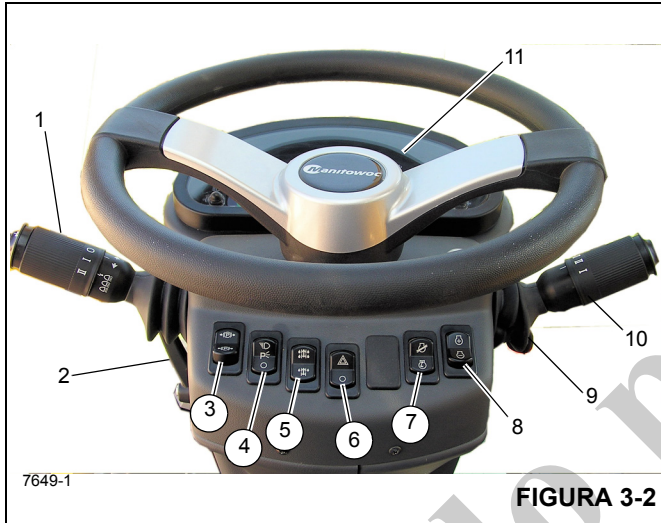

Figura 3-2 - Números de artículos
Todos los controles e indicadores para el uso y monitoreo de las funciones de la grúa se encuentran en el interior de la cabina de la grúa Figura 3-2 e incluyen lo siguiente:
El conjunto de la columna de dirección en la Figura 3-2 es una columna de dirección telescópica e inclinable tipo pedestal. Es posible inclinar la columna hacia adelante 30° o se puede elevar en forma vertical aproximadamente 2.5 pulg. Además, incluye el interruptor de encendido y la pantalla del medidor del bus CAN (11) (Figura 3-2).
La palanca de los señalizadores de viraje y los controles del limpia/lavaparabrisas (1) (Figura 3-2) se encuentran en el lado izquierdo de la columna de la dirección. Empuje la palanca de señalizadores de viraje hacia abajo para que las luces señalizadoras delantera y trasera izquierdas destellen. Empuje la palanca de señalizadores de viraje
La columna de control de dirección se puede girar hacia adelante aproximadamente 30° y se puede elevar aproximadamente 2.5 pulg. Mueva la palanca de control (2) (Figura 3-2) hacia abajo para bloquear la columna de dirección en su lugar; si se gira la palanca hacia arriba, se desbloquea la columna de dirección y puede ajustarse.
El control del freno de estacionamiento (3) (Figura 3-2) se encuentra en la parte delantera de la columna de dirección. Este interruptor de dos posiciones (encendido y apagado) sirve para aplicar y soltar el freno de estacionamiento instalado en la línea impulsora. La luz indicadora roja del freno de estacionamiento en la columna de dirección se ilumina al activarse el interruptor de presión en el sistema de liberación del freno y al aplicarse el freno.
El interruptor de faros (4) (Figura 3-2) se encuentra en la parte delantera de la columna de dirección. Este interruptor de tres posiciones (apagado/estacionamiento/faros) controla el funcionamiento de las luces de los medidores, los LED de los controles y las luces de posición en las partes delantera y trasera y los costados de la grúa. Cuando el interruptor está en la posición de encendido, las luces de la columna de dirección y de interruptores se iluminan.
El selector de eje motriz (5) (Figura 3-2) se encuentra en la parte delantera de la columna de dirección. Este interruptor de dos posiciones se usa para seleccionar la tracción en dos (gama alta) o en cuatro ruedas (gama baja). El interruptor regula una válvula de solenoide (energizado para la tracción en dos ruedas) que acciona los cilindros de gama de marcha y de desconexión del eje en la transmisión. Cuando el interruptor está en la posición de tracción en cuatro
El interruptor de luces de advertencia (6) (Figura 3-2) se encuentra en la parte delantera de la columna de dirección. Al activarlo, el interruptor de dos posiciones hace que los cuatro señalizadores de viraje destellen al mismo tiempo. Cuando el interruptor se coloca en la posición de encendido, las luces de indicador de señalizadores de viraje en la columna de dirección destellarán.
El interruptor de control de diagnóstico/velocidad del motor (7) (Figura 3-2) es un interruptor de dos posiciones, encendido y apagado, que se utiliza para acceder a los códigos de falla del motor o habilitar el control de ralentí lento y las funciones de velocidad del motor.
**Función de diagnóstico** — Con el interruptor de encendido en la posición de marcha y el motor apagado, presione la parte superior del interruptor de control de diagnóstico/velocidad del motor para visualizar los códigos de falla del motor en la pantalla de la columna de dirección. Si hay más de un código de falla del motor activo, utilice el interruptor de aumento/reducción (8) (Figura 3-2) para navegar hacia adelante o hacia atrás a través por los códigos de falla. Si no hay códigos de falla del motor, se mostrarán ceros en la pantalla de la columna de dirección.
**Función de ralentí del motor** — Con el motor en funcionamiento y la parte superior del interruptor de control de diagnóstico/velocidad del motor presionada, se puede ajustar la velocidad de ralentí lento del motor mediante el interruptor de aumento/reducción (8) (Figura 3-2).
**Función de ralentí del motor** — Con el motor en funcionamiento y la parte inferior del interruptor de control de diagnóstico/velocidad del motor presionada, se puede ajustar la velocidad del motor mediante el interruptor de aumento/reducción (8) (Figura 3-2).
El interruptor de aumento/reducción (8) (Figura 3-2) es un interruptor momentáneo de tres posiciones con la posición en el centro de apagado. Utilice este interruptor para navegar hacia adelante o hacia atrás a través de los códigos de falla del motor o ajustar la velocidad del motor.
**Función de diagnóstico** — Con el interruptor de encendido en la posición de marcha, el motor apagado y la parte superior del interruptor de control de diagnóstico/velocidad del motor (7) (Figura 3-2) presionada, presione la parte superior o inferior del interruptor de aumento/reducción para navegar hacia arriba o hacia abajo por los códigos de falla del motor que se muestran en la pantalla de la columna de dirección. Si no hay códigos de falla del motor, se mostrarán ceros en la pantalla de la columna de dirección.
**Función de ralentí lento del motor** — Con el motor en funcionamiento y la parte superior del interruptor de control de diagnóstico/velocidad del motor (7) (Figura 3-2) presionada, presione la parte superior o inferior del interruptor de aumento/reducción para aumentar o reducir la velocidad de ralentí lento del motor.
**Función de velocidad del motor** — Con el motor en funcionamiento y la parte inferior del motor interruptor de control de diagnóstico/velocidad del motor (7) (Figura 3-2) presionada, el interruptor de aumento/reducción se utiliza para ajustar la velocidad del motor. Presione rápidamente la parte superior del interruptor una vez para ajustar la velocidad del motor al máximo; presione rápidamente la parte inferior del interruptor una vez para ajustar la velocidad del motor a ralentí lento. En caso de que la velocidad del motor esté por debajo del ajuste de velocidad máxima del motor, si se mantiene presionada la parte superior del interruptor, esto causará que la velocidad del motor aumente lentamente; suelte el interruptor una vez alcanzada la velocidad del motor deseada. En caso de que la velocidad del motor esté por encima del ajuste de velocidad mínima del motor, si se mantiene presionada la parte inferior del interruptor, esto causará que la velocidad del motor disminuya lentamente; suelte el interruptor una vez alcanzada la velocidad del motor deseada.
La palanca de cambios de la transmisión (10) (Figura 3-2) se encuentra en el lado derecho de la columna de la dirección. Esta palanca de control acciona la válvula selectora de la transmisión por medios eléctricos. Si se desplaza la palanca hacia arriba se activan las marchas de avance y si se la desplaza hacia abajo se activan las marchas de retroceso. Cuando la palanca se encuentra en el punto muerto, reposa en un tope. Para poder mover la palanca hacia arriba o hacia abajo, tire de ella hacia arriba primero. Para cambiar la transmisión a la primera, segunda o tercera marcha, gire la perilla a las posiciones 1, 2 ó 3.